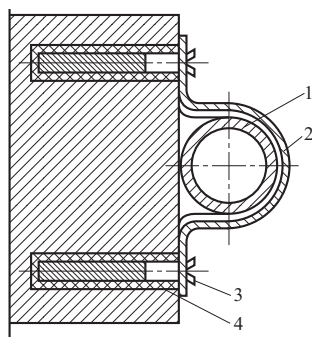

图 2-47 钢管沿墙敷设
(4) 明管沿墙面敷设，用管卡子固定，其做法如图 2-47 所示。